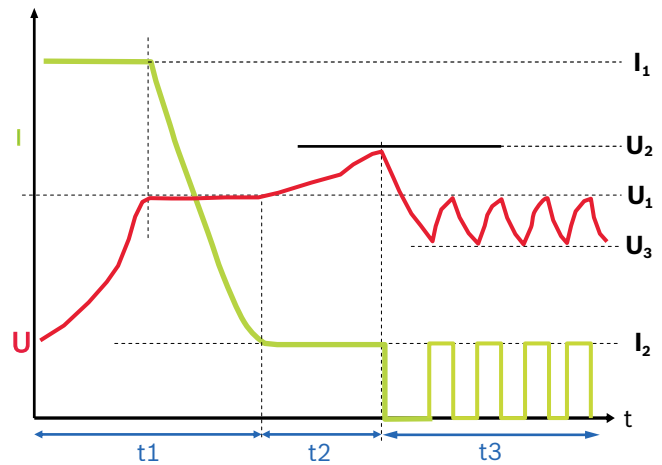

Fig. 3: Curva característica de carregamento
- Progresso do carregamento (ver curva característica de carregamento fig. 3)